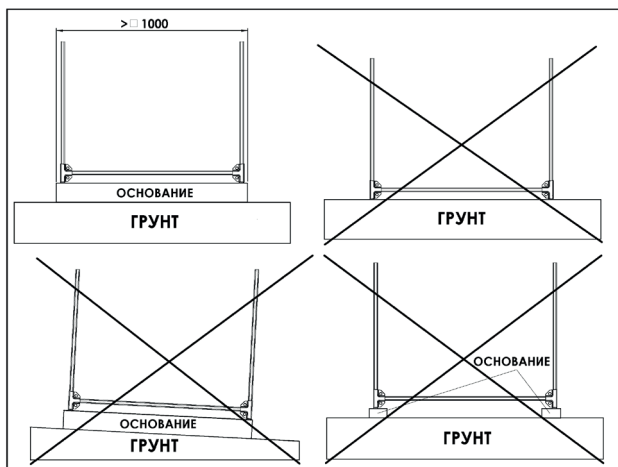

Рис. 14 – Примеры расположения
1. **ВАЖНО!** Для установки душевой кабины подготовить цельную горизонтальную ровную твердую поверхность не менее 1000x1000 мм, способную выдержать вес душа с заполненным баком и принимающим душ потребителем. Собранный каркас установить на подготовленную поверхность. Основание душевой кабины должно полностью опираться на подготовленную поверхность. (Рис. 14).